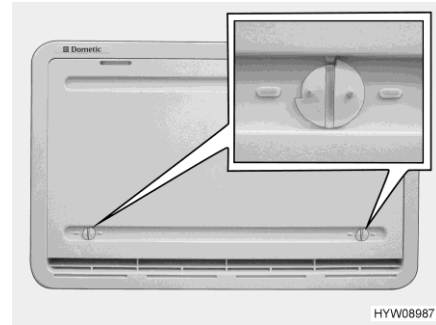

Fig. 161 Copertura invernale (griglia di aerazione del frigorifero)
Le coperture invernali (Fig. 161) proteggono il gruppo frigorifero dall'aria fredda. Posizionare le coperture invernali davanti a entrambe le griglie di aerazione del frigorifero quando la temperatura esterna scende al di sotto di +10 °C (sia per funzionamento elettrico che a gas).
- Aprire entrambi i bloccaggi (Fig. 161), la scanalatura risulterà orizzontale.